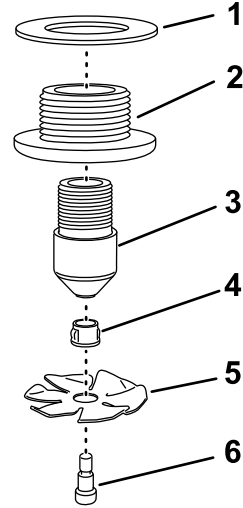

图20
1. 在轴肩螺栓上组装冲洗叶片和轴套 图20。
2. 将冲洗叶片、轴套和轴肩螺栓组装到冲洗喷嘴上 图20。
4. 将冲洗喷嘴组件安装到隔板接头上并用手紧固 图20。
5. 将垫片安装到隔板接头上 图20。